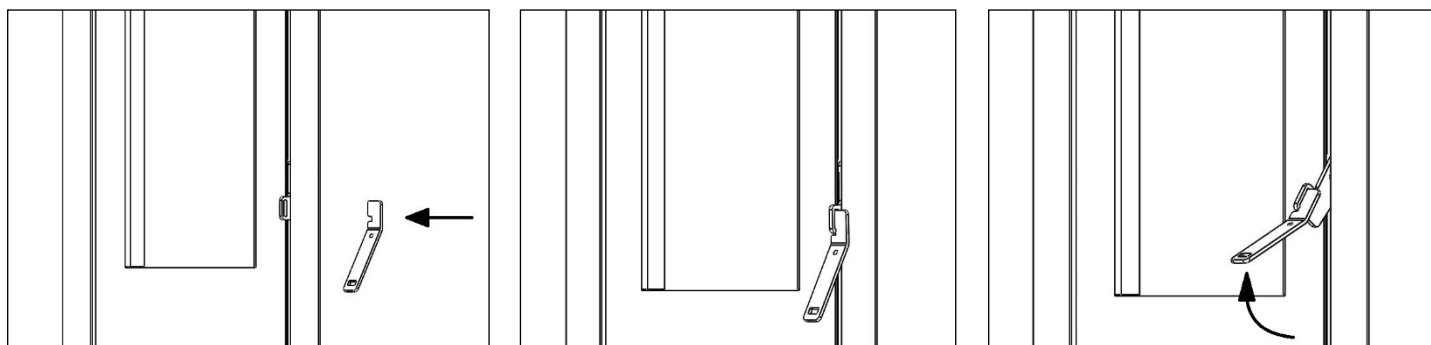

Fig. 10.1
4. Ouvrez la porte du poêle avec la poignée fournie dans le sac d'accessoires. Pour ce faire, vous devez insérer la poignée dans les trous indiqués sur l'image, pousser vers le haut puis tirer pour ouvrir la porte (voir **fig. 10.1**).